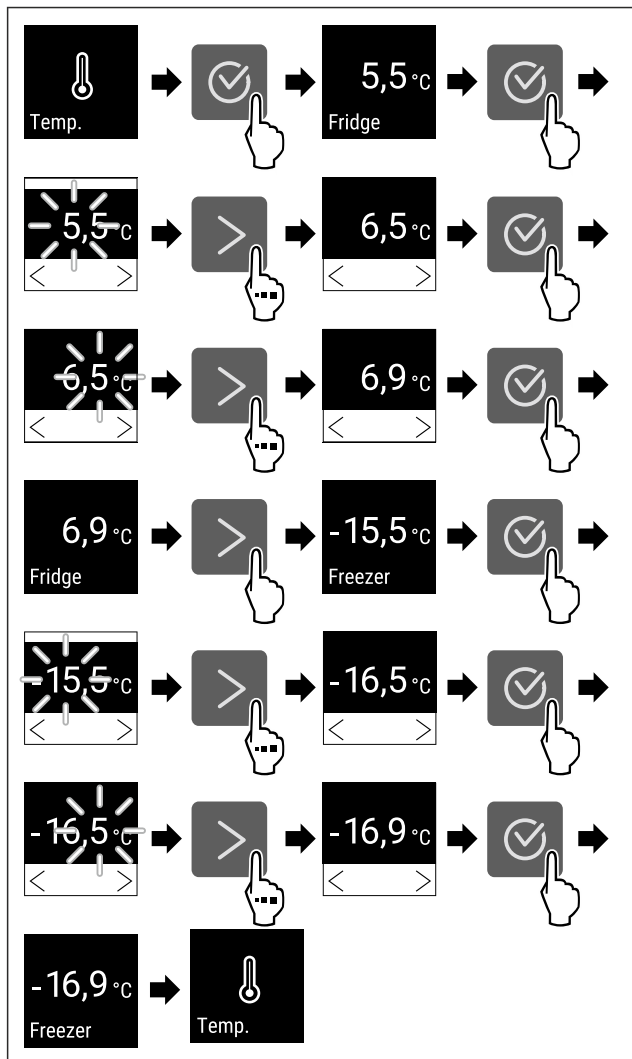

Fig. 88 Endre temperatur fra 5,5 °C til 6,9 °C og -15,5 °C til -16,9 °C
- ▶ Følg anvisningene (se Fig. 88).